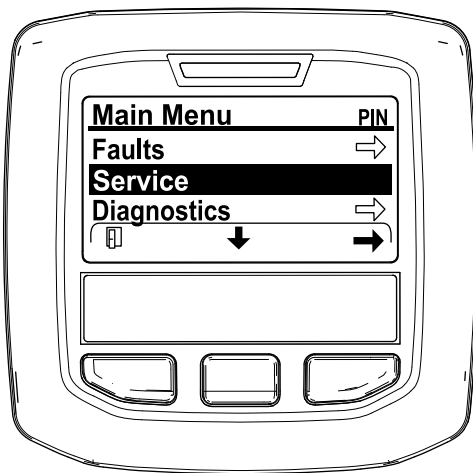

Figura 47
2. Navigate al MENU PRINCIPALE, premete il pulsante centrale per scorrere fino all'opzione MENU MANUTENZIONE, poi premete il pulsante destro per selezionare l'opzione MANUTENZIONE (Figura 47).